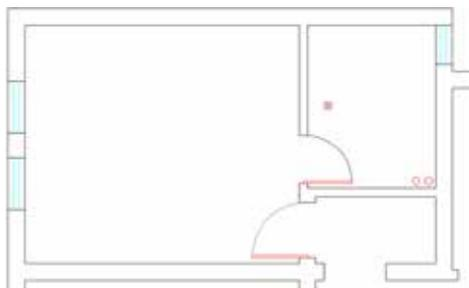

图 2-8
STEP 08 执行“复制”命令,复制房门,执行“旋转”命令,旋转房门,如图 2-8 所示。